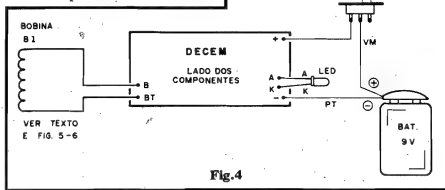

Fig.4
- **FIG. 4 - CONEXÕES EXTERNAS À PLACA** - A placa do DECEM (DETETOR DE CAMPOS ELETRO-MAGNÉTICOS) continua vista pelo seu lado não cobrado, porém agora com ênfase nas conexões externas ou periféricas (entre a dita placa e o "mundo exterior"). Observar a codificação atribuída às ilhas junto às bordas do Impresso, justamente destinadas a tais importantes ligações. Alguns pontos a considerar: a correta identificação dos terminais do LED, e a polaridade das conexões de alimentação (bateria e chave L-D). Quanto ao LED, dependendo da acomodação final pretendida, ele tanto pode ser ligado diretamente à placa, quanto através de "prolongamentos" feitos com pedaços de fio isolado, no conveniente comprimento... Ainda na fig. 4, vemos a ligação da bobina captadora (B1), feita aos pontos "B-BT"... Embo-